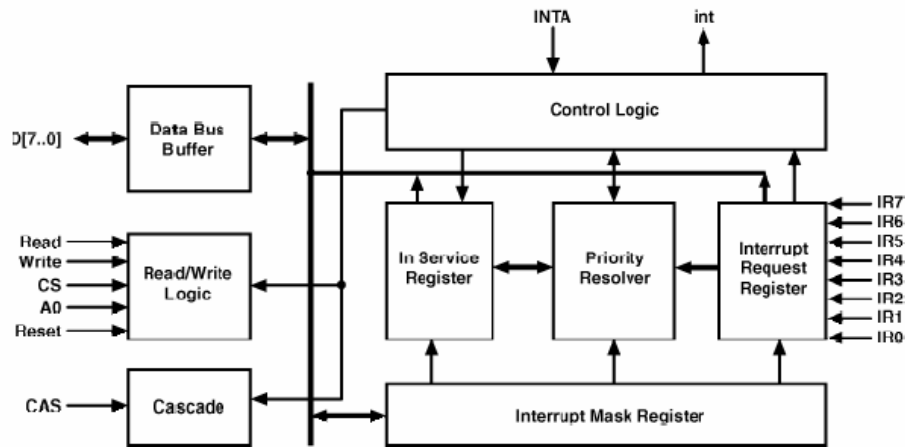

Fig. 6.5: Diagrama de blocos do controlador de interrupção 8259
A cada solicitação de interrupção o controlador de interrupção envia um pulso alto para o 8085 através do pino INTR. O 8085 envia de volta um sinal baixo INTA (Interrupt Acknowledge) de reconhecimento de interrupção. A seguir o 8259 envia o código de operação da subrotina, ao qual o 8085 responde com outro sinal INTA baixo solicitando o byte inferior do endereço da subrotina. Após o envio do byte inferior de endereço um outro sinal INTA baixo é enviado pelo 8085 solicitando o byte superior do endereço da subrotina. A seguir, o conteúdo do contador de programa (PC) é enviado para a pilha e o processamento é desviado para o endereço indicado. A Fig. 6.5 mostra o diagrama de blocos do controlador 8259.